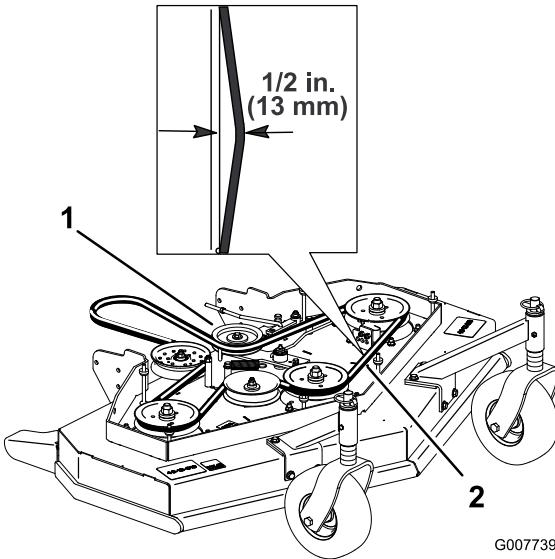

Bild 43
4. Entfernen Sie die Spannscheibe und den abgenutzten Riemen (Bild 43).
Hinweis: Die richtige Treibriemenspannung ist 44-67 N, wenn der Riemen in der Mitte zwischen den Riemscheiben um 13 mm durchgebogen ist (Bild 43).